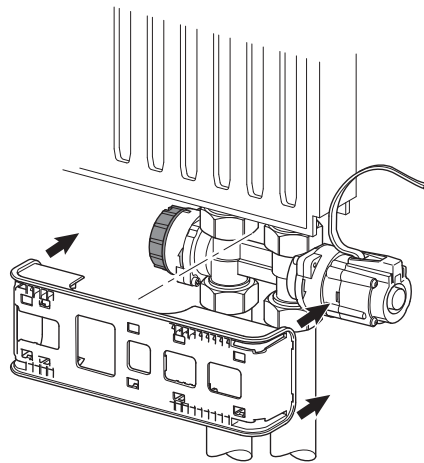

Fig. 17-5: Unterteil des Geniax Design Cover L für Pumpe/Adapter H-Inline/H-Angle
- Das Unterteil des Geniax Design Cover L (Design Cover L black) für Pumpe/Adapter H-Inline/H-Angle gemäß Fig. 17-5 auf den Adapter aufstecken.